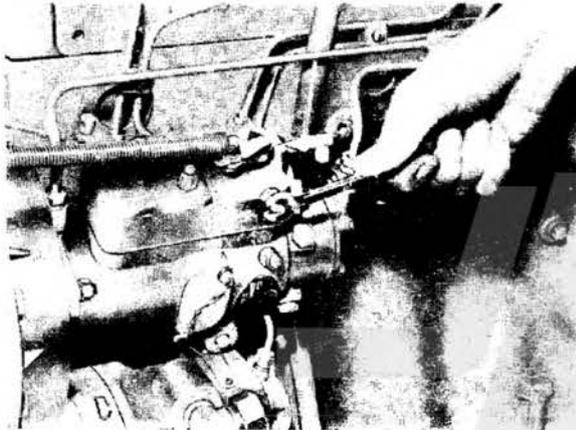

Рис. 25 Удаление воздуха из регулятора топливного насоса высокого давления
1. Развинтить на несколько витков пробку для удаления воздуха на крышке регулятора (рис.25).